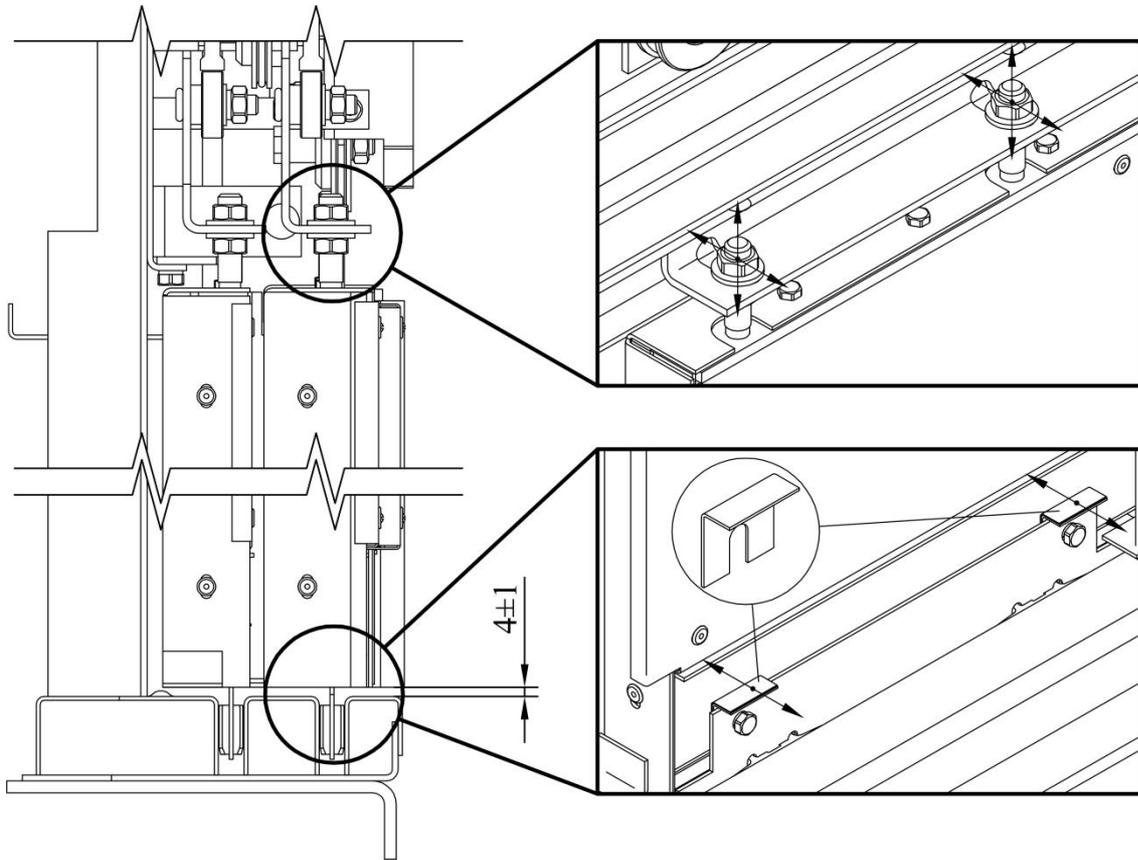

Рисунок 7 – Элементы регулировки створок
Регулировка створок осуществляется их перемещением сверху шпильками по пазам на каретках и использованием регулировочных прокладок под башмаками створок снизу (рисунок 7).
- обеспечить зазор между створками и порогом (рисунок 7).